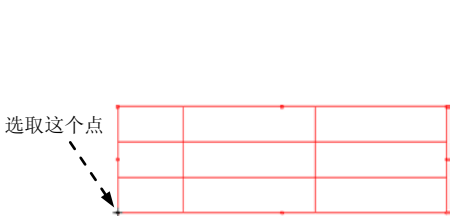

图 6.3.7 选择旋转原点
Step2. 按住鼠标左键框选图 6.3.1 所示的表格,右击,在弹出的快捷菜单中选择 **设置旋转原点(O)** 命令,系统提示 定位表的固定转角,选取表格上的一点作为旋转原点,如图 6.3.7